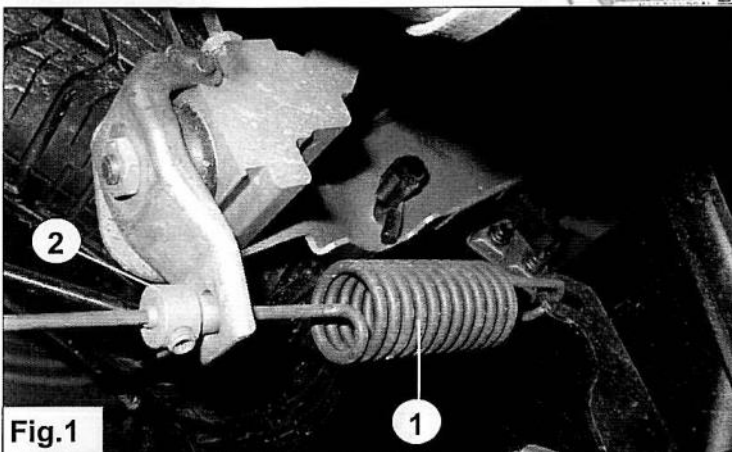

Fig.1
1. Desmonte el muelle de válvula reguladora de freno 1. Véase fig. 1.